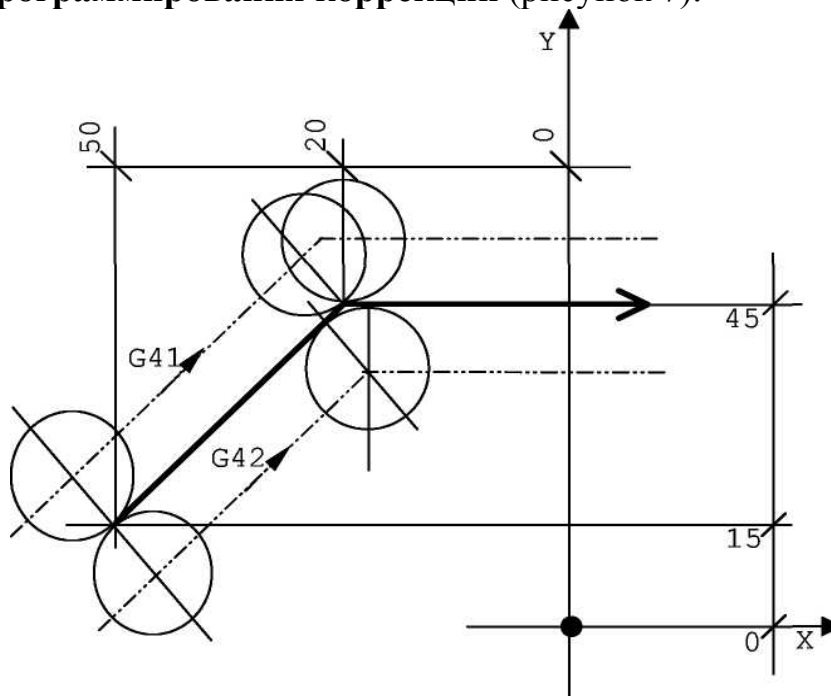

Рисунок 7 – Коррекция радиуса инструмента
**Пример программирования коррекции (рисунок 7):**